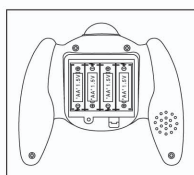

图2
2. 把四节“AA”型号的电池按照正负极的方向安装于遥控器内(如图2)。